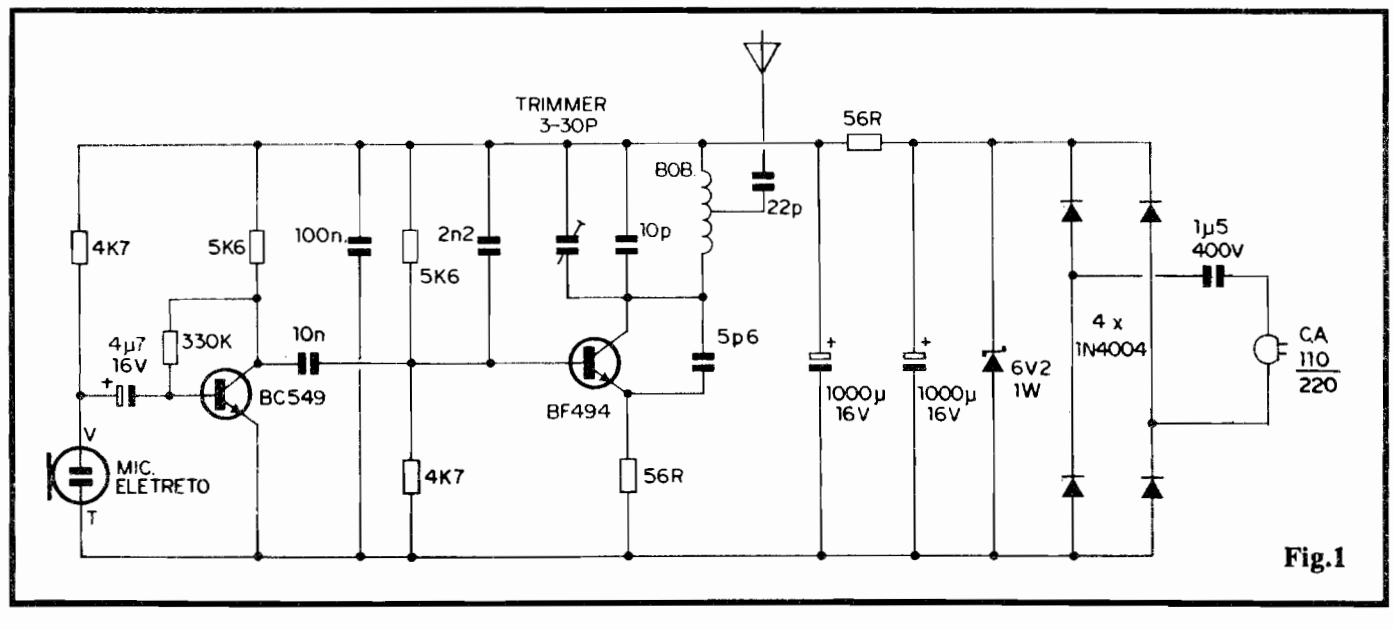

Fig.1
- **FIG. 1 - O CIRCUITO** - Conforme já foi dito, todas as estruturas circuitais utilizadas no TPFM já são conhecidas